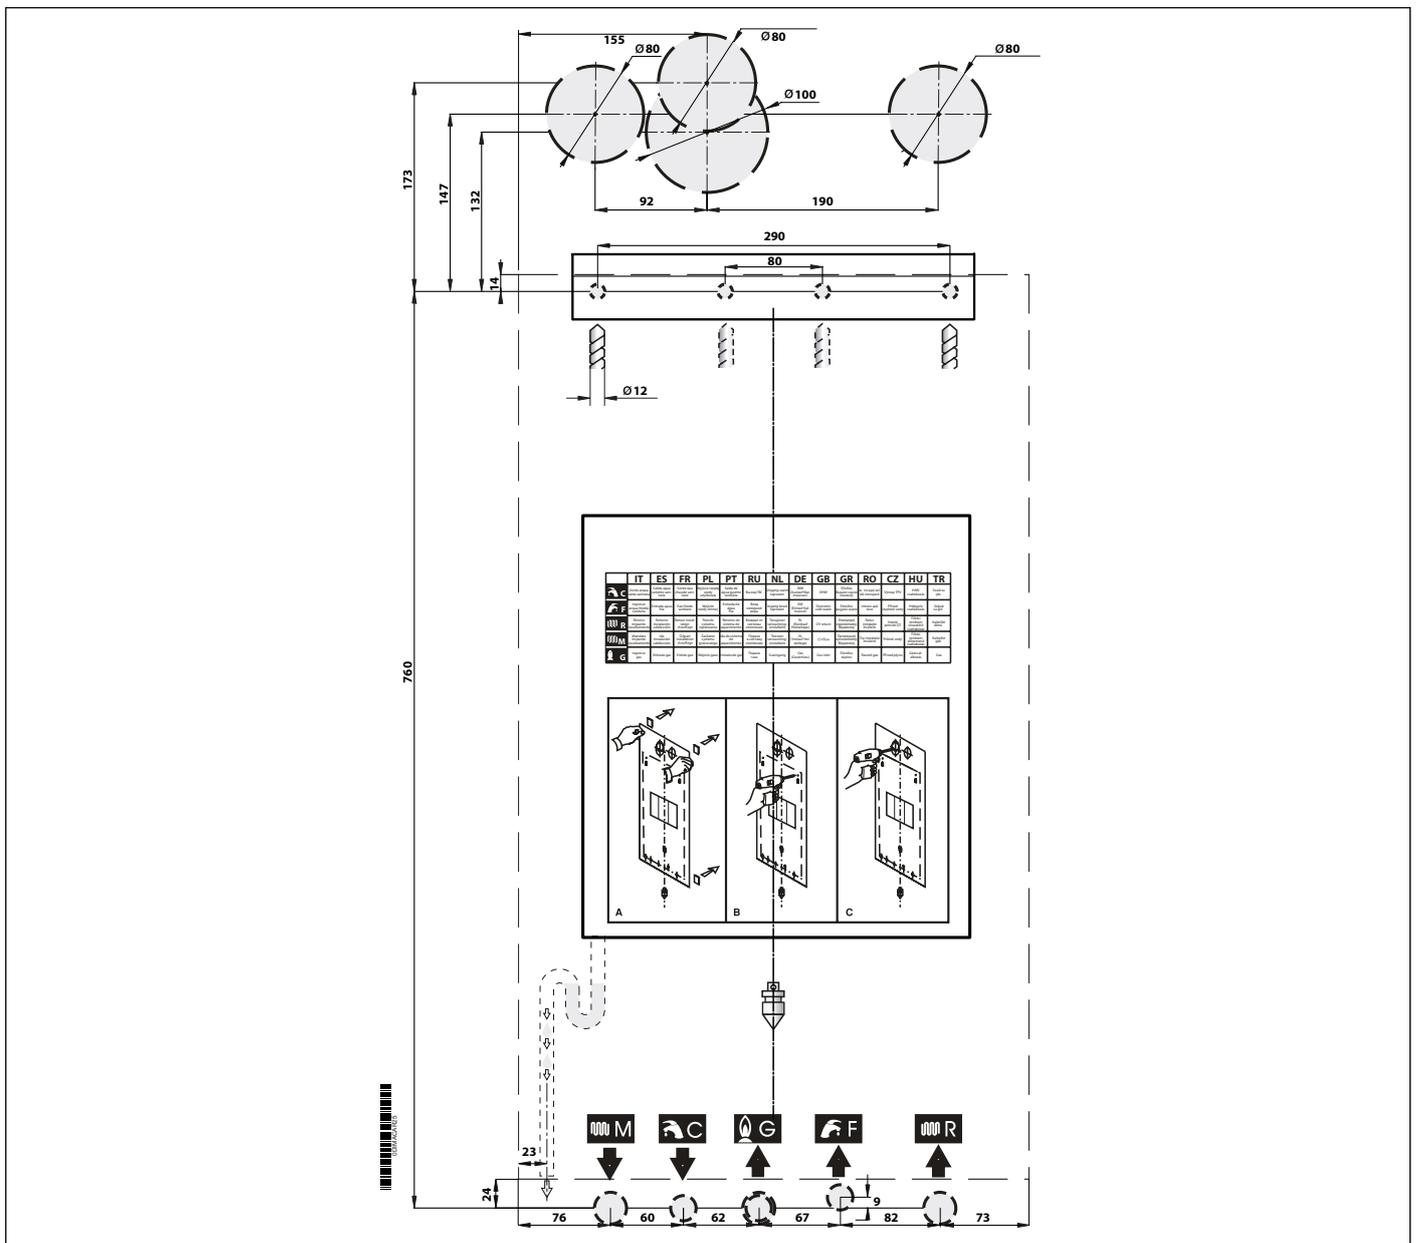

Abb. 7 Papierschablone
- Die Schablone für die Wandbefestigung des Kessels (siehe Abb. 7 Papierschablone);
Jedes Gerät ist mit einer entsprechenden Papierschablone ausgestattet, die in der Verpackung enthalten ist (siehe Abb. 7 Papierschablone). Diese Schablone ermöglicht das Verlegen der Rohrleitungen für den Anschluss an die Heizungsanlage, das Sanitärwasser, das Gasnetz und an die Luftansaug-/Rauchabführungsleitungen bei der Herstellung der hydraulischen Anlage und vor der Installation des Kessels.